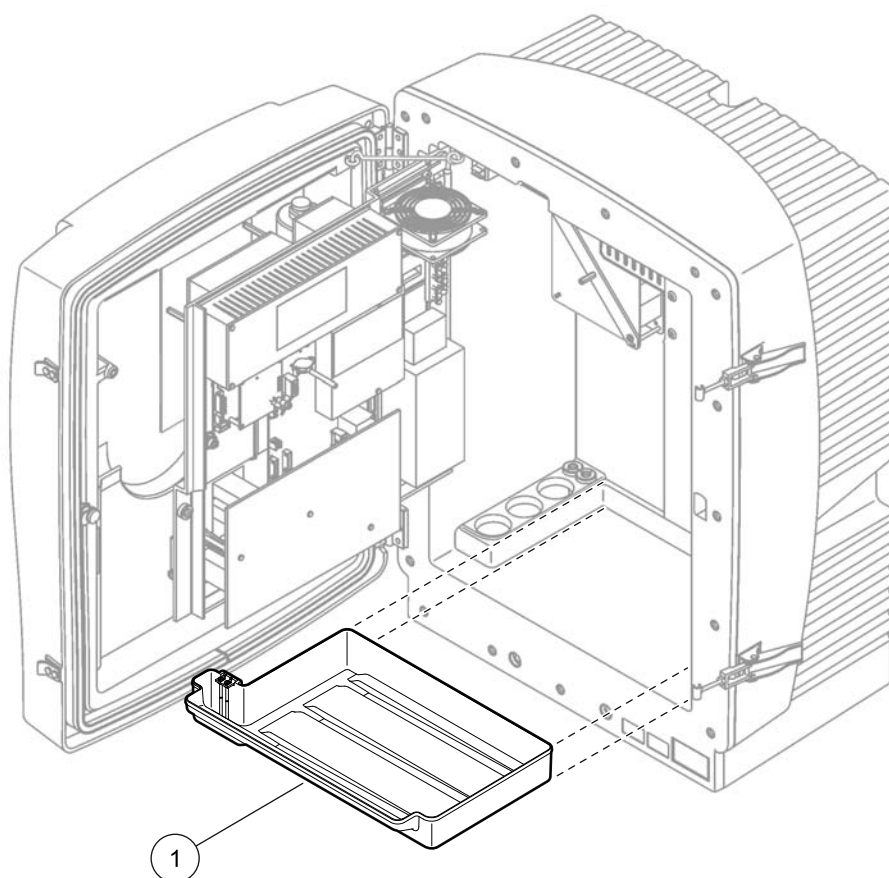

Рисунок 11 Установка сборного поддона
2. Задвиньте сборный поддон в нижнюю часть корпуса (Рисунок 11).